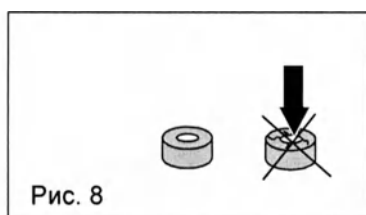

Рис. 8
- ◇ Заменяйте поврежденные и ломкие уплотнительные колпачки (7.1/9.1) (Рис. 8)